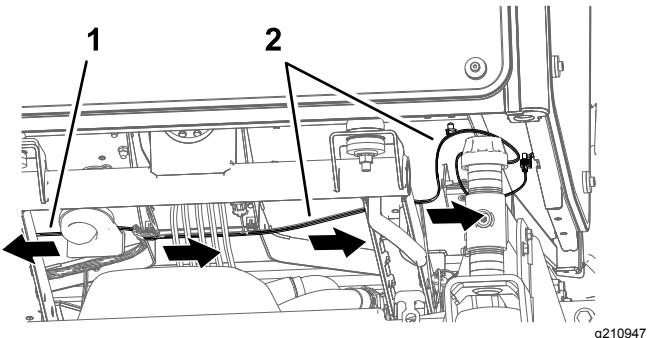

Figura 20
1. Enrute las ramas del arnés de la plataforma por la parte delantera de la máquina (Figura 20).